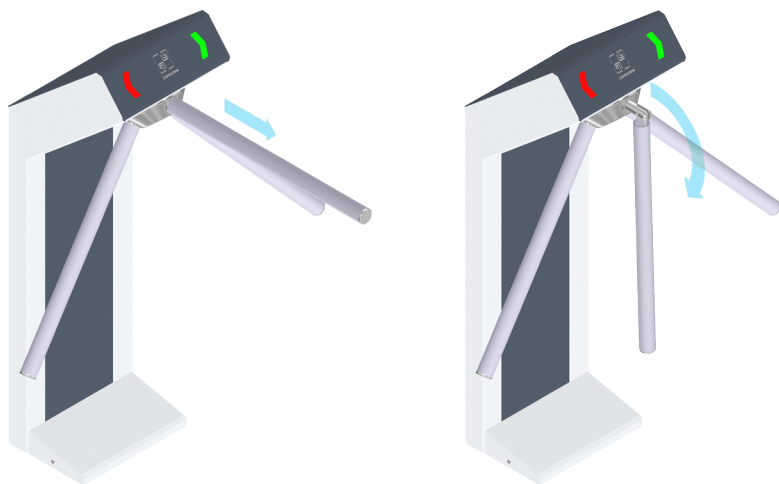

Рисунок 10 – Принцип работы планок «Антипаника».
- 6 Если вы установили планки типа «Антипаника» проверьте работу их механизма разблокировки (рисунок 10);